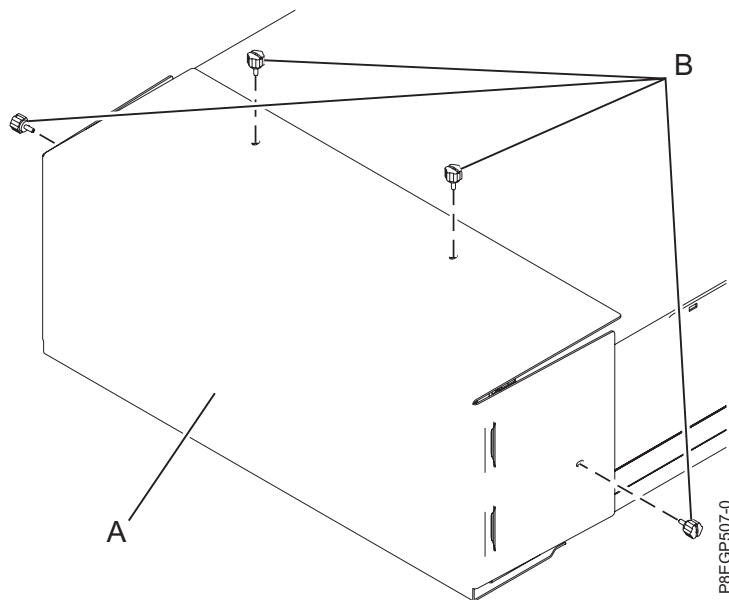

Abbildung 6. Transportabdeckung ausbauen
2. Entfernen Sie die vier Rändelschrauben **(B)**, mit denen die Transportabdeckung **(A)** an der Rückseite des Einschubs befestigt ist (siehe Abb. 6). Bauen Sie die Transportabdeckung aus.